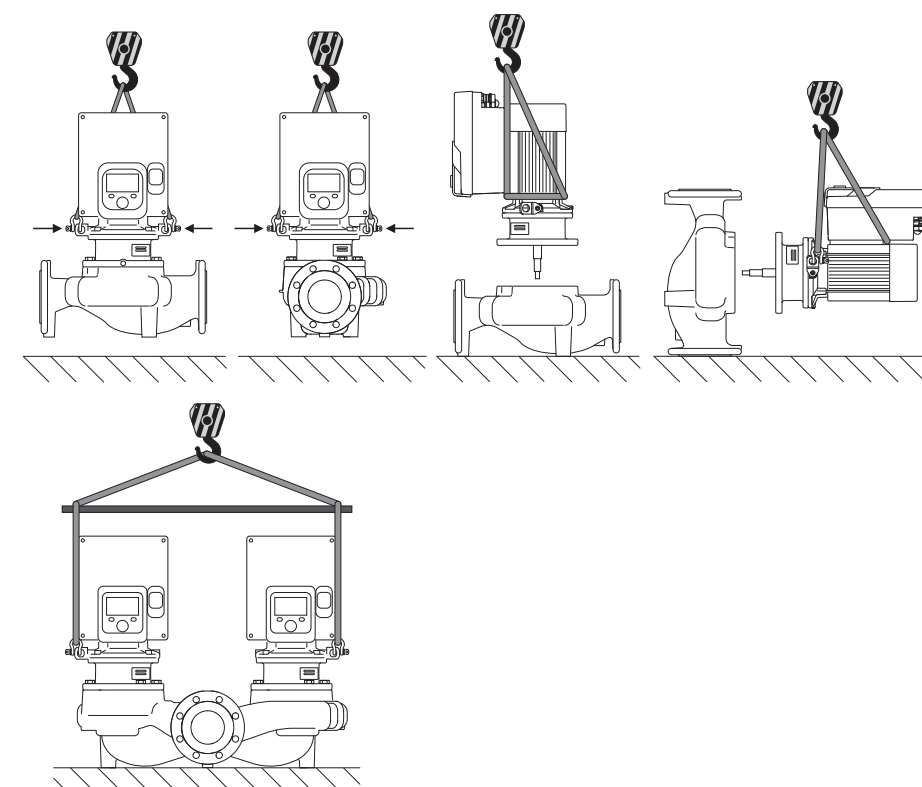

Fig. 6: Uređaj za podizanje
Transport pumpe se mora izvršiti pomoću odobrenih uređaja za dizanje i prenos tereta (npr. koturača za podizanje, dizalica itd.). Uređaji za dizanje i prenos tereta se moraju pričvrstiti na postojeće transportne ušice. Ako je potrebno, gurnite kaiševe za podizanje ispod priključnog adaptera (Fig. 6).
2. Utični sklop (Fig. 4) se radi sigurnosti mora učvrstiti na transportnim ušicama. Da se jedinica ne bi prevrnula, oko motora i adaptera elektronskog modula postaviti traku sa petljom u skladu sa Fig. 6. Prilikom pričvršćivanja izbeći oštećenje elektronskog modula.